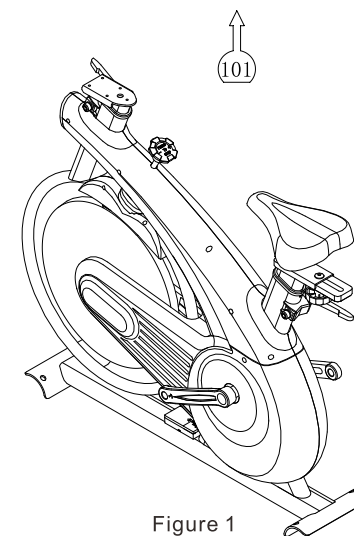

Figure 1
1. Как показано на рис.1, извлеките основную раму из коробки и поставьте ее на пол.